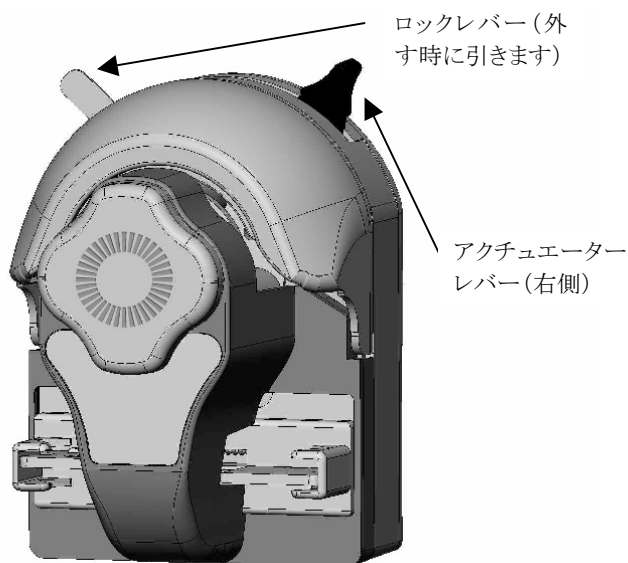
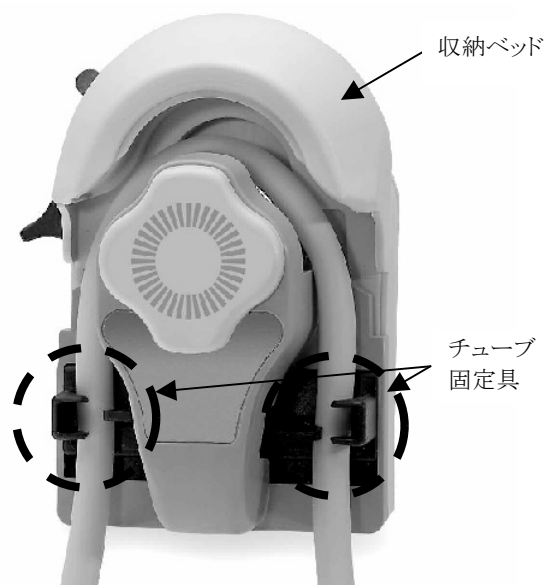

図5: ポンプヘッド(閉じている状態)
図7: ポンプヘッド(チューブセット後)
3. ポンプヘッドをドライブから外すには、レバーを手前に引いたままポンプヘッドを反時計方向に回します(約30°)。その後、ポンプヘッドをドライブから引き抜きます。アクチュエーターレバーは外している間も右側のままです(図5)。
1. チューブをセットするには、アクチュエーターレバーを反時計回りに左へ動かかし、ポンプヘッドを開けます(図5、6)。チューブを片方のチューブ固定具、収納ベッドとローラーの間、およびもう片方のチューブ固定具に通します(図7)。チューブがローラーの中央を通るように調節してください。チューブの端を持っ
たまま、アクチュエーターレバーを時計回りに右へ動かし、図5の状態に戻します。ポンプヘッドにチューブが組み込まれました。チューブサイズ(肉薄タイプ) L/S® 13、L/S® 14、L/S® 16、L/S® 25、L/S® 17、L/S® 18の場合、ヘッド閉鎖時自動的に張り伸ばされます。アクチュエーターレバーによりポンプヘッドを完全に閉鎖するには、2.2kg以上の力がいります。